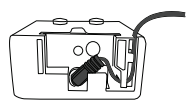

Fig 1
1. Letakkan palam luar pengecas kedalam lubang di tempat penyangkut dinding dan susun kabel berdasarkan trek yang disediakan (Fig 1)